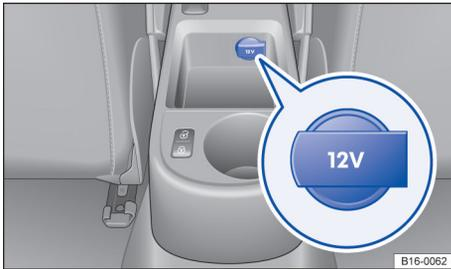

Fig. 111 Toma de corriente de 12 voltios en la consola central: versión 1.
- En el portaobjetos de la parte trasera de la consola central ⇒ fig. 111.